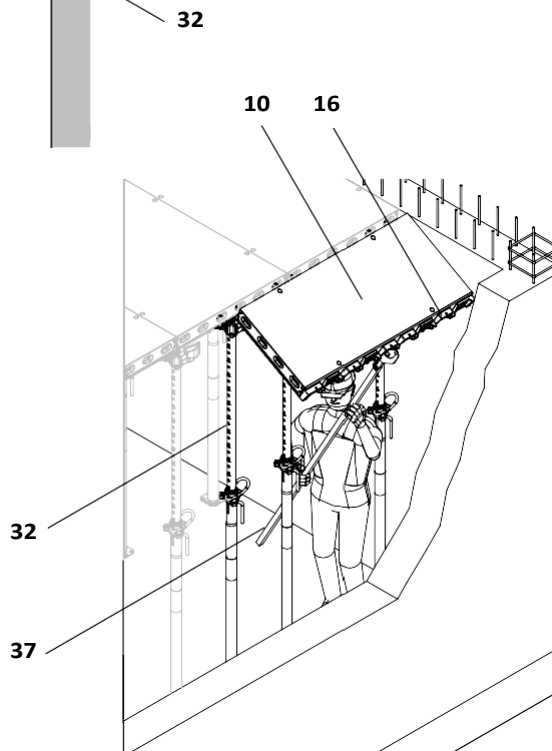

Fig. D3.02
2. Закачете елемента с изравняващата опора напречно на другите към преподпиращите глави DFH. Изравняващата опора трябва да е към стената. Повдигнете го с кофражната вилица и го закачете на нея (37). (Fig. D3.02)